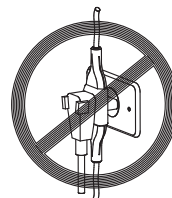

Fig. 35
- Em hipótese alguma, conectar outros aparelhos na mesma tomada [Fig.35].